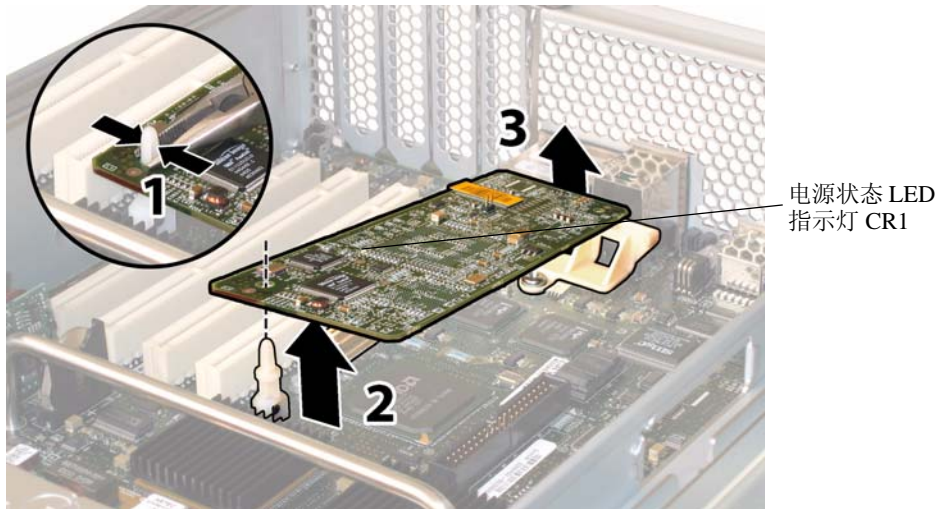

图 4-30 拆卸 GRASP 板
4. 用手夹住 GRASP 板上伸出的塑料支撑立柱，按下支撑立柱的锁固夹。请参见图 4-30。如果您尝试用手指按下锁固夹时比较难以操作，可使用小号尖嘴钳。